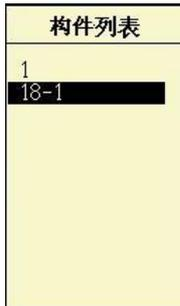

图 5.3 构件选择
3. 构件：用于设置被测构件的构件名称，用户直接输入即可，如果用户想打开并查看已经完成测试的构件的检测数据，按**确认**键选择相应的构件即可，如图 5.3，和工程的输入完全相同，需要注意的是，输入的字符不能超过 8 位。